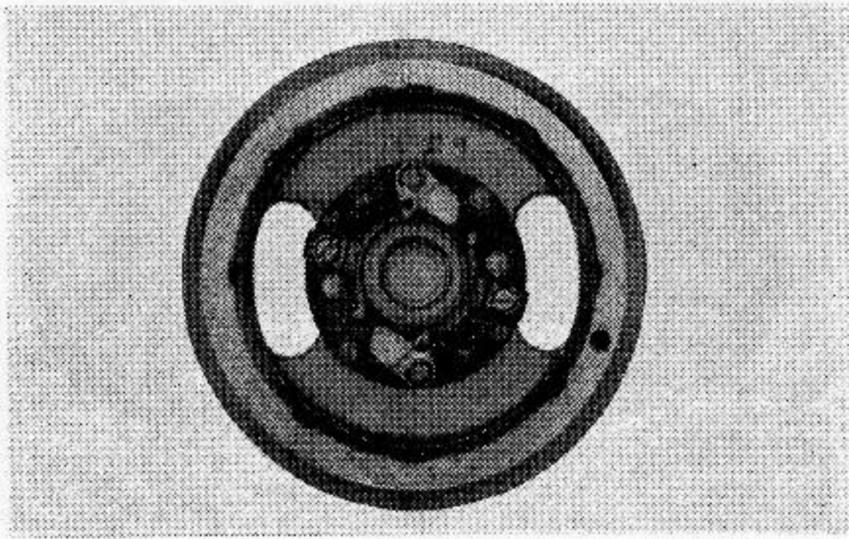

Abb. 5.19 Wechselstrom-Lichtmaschinenrotor
A. Wechselstrom Lichtmaschine (Abb. 5.19)